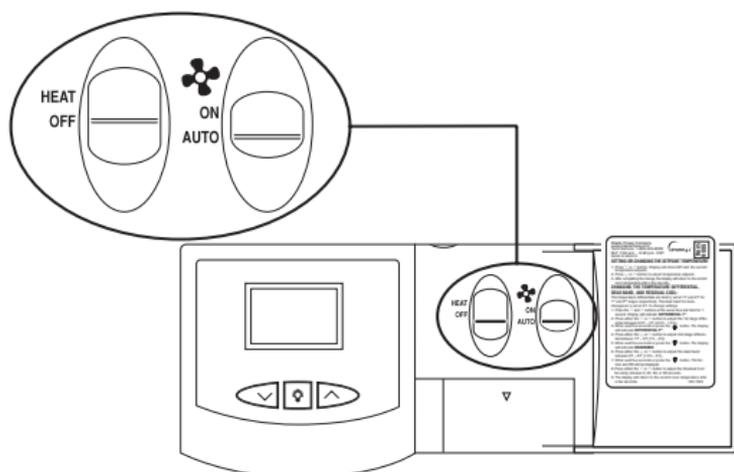

Figura 2
2. Coloque HEAT-OFF en la posición OFF (apagado) (Figura 2).
3. Coloque el interruptor -ON-AUTO en la posición AUTO (Figura 2).